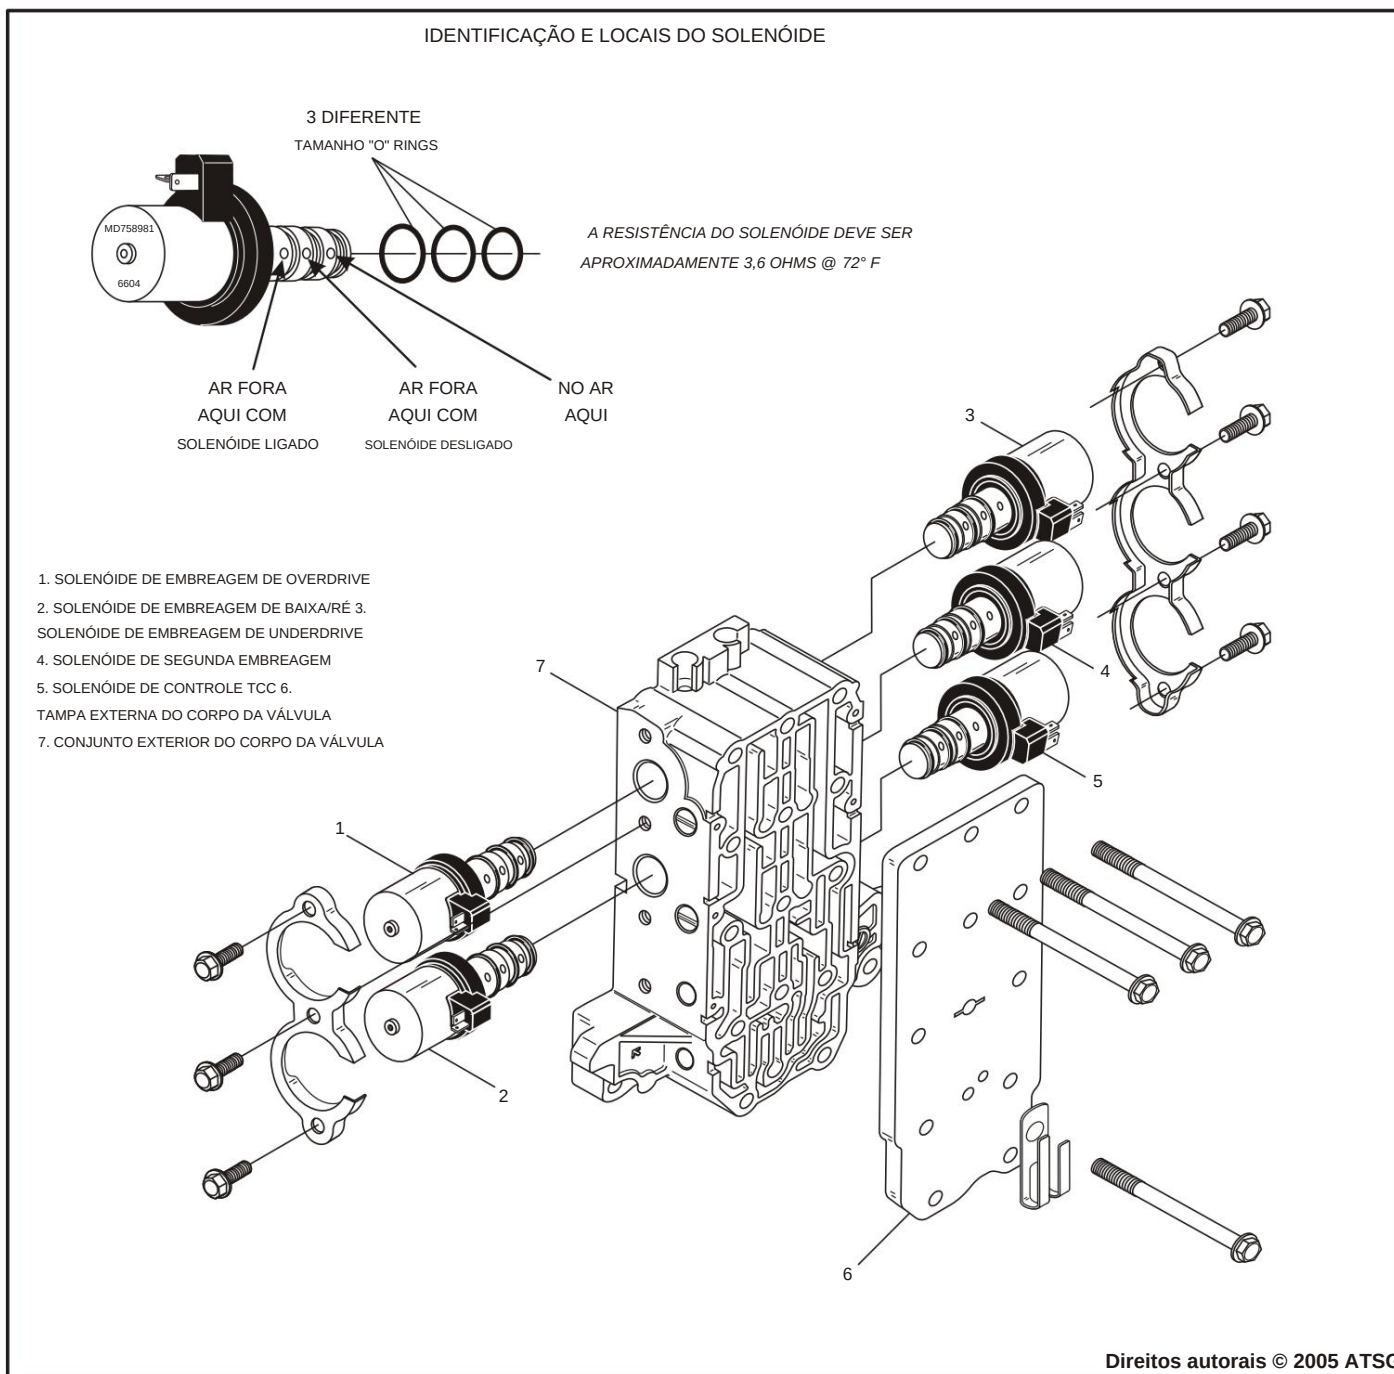

Figura 144
13. O solenóide de overdrive, o solenóide de baixa/ré, o 2º solenóide, o solenóide de underdrive e o solenóide TCC são todos iguais e podem ser trocados em qualquer uma de suas posições (veja a Figura 144).
15. Todos os solenóides podem ser verificados a ar usando o procedimento mostrado na Figura 144.
16. Instale novos anéis "O" nos solenóides, conforme mostrado na Figura 144 e lubrifique com uma pequena quantidade de Trans-Jel®.
17. Instale todos os conjuntos solenóides nos locais mostrados na Figura 144.